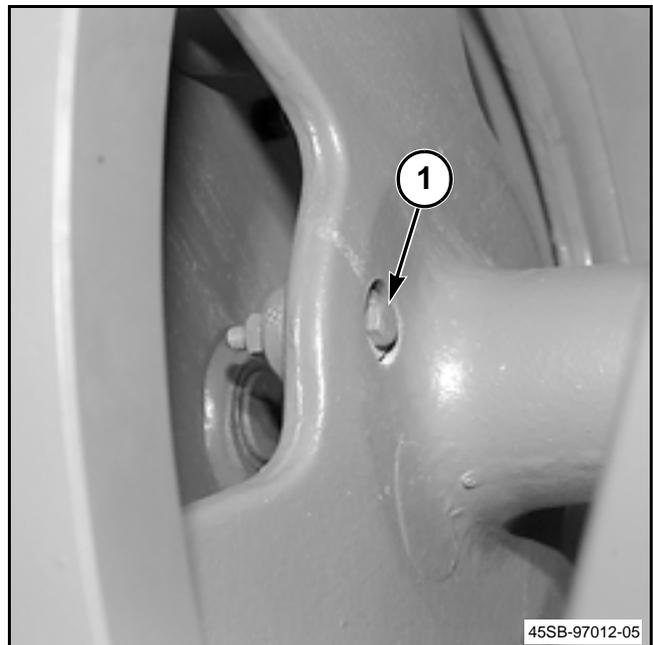

FIG. 33
FIG. 33: El perno de seguridad del volante (1) protege la caja de engranajes, el émbolo y otras piezas contra daños ocasionados por sobrecargas y objetos extraños que son recogidos ocasionalmente.